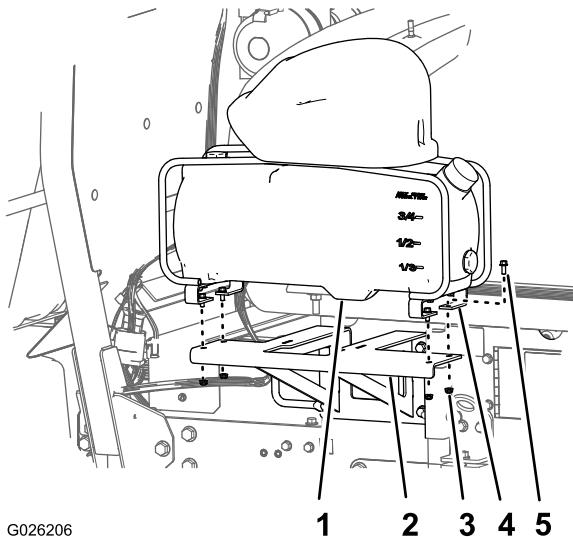

Figura 3
- Allineate i fori sotto al telaio di supporto per il gruppo del tracciafile schiumogeno con i fori nella staffa di montaggio del tracciafile schiumogeno (Figura 3).
- Fissate il gruppo del tracciafile schiumogeno alla staffa di montaggio del tracciafile schiumogeno (Figura 3) con i 4 bulloni a testa flangiata (1/4 x 5/8 poll.) e 4 dadi di bloccaggio flangiati (1/4 poll.).